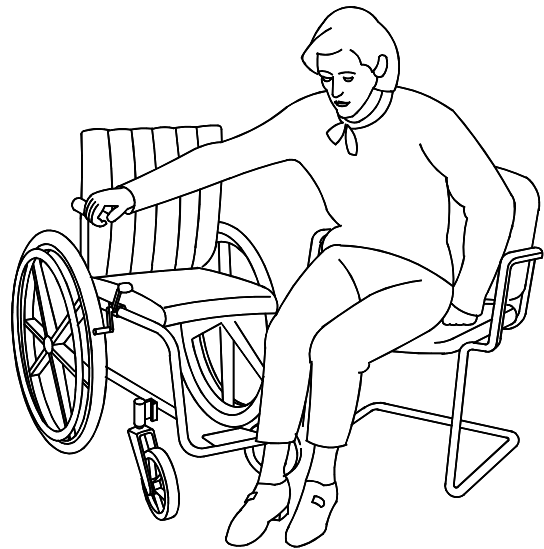

Fig. 3
3. Positioneer uw rolstoel, indien mogelijk, zoals getoond in Fig. 3.
- ⇒ wanneer dit mogelijk is dient u de beensteunen te verwijderen of weg te draaien.Zie Fig. 3 en 4.